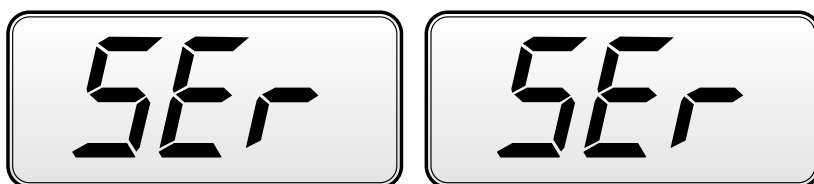

Figura 12.1 Modo SERVICE ativado
2. Pressione **[F+P3]** O equipamento entrará no modo SERVICE . Veja a **Figura 12.1**.